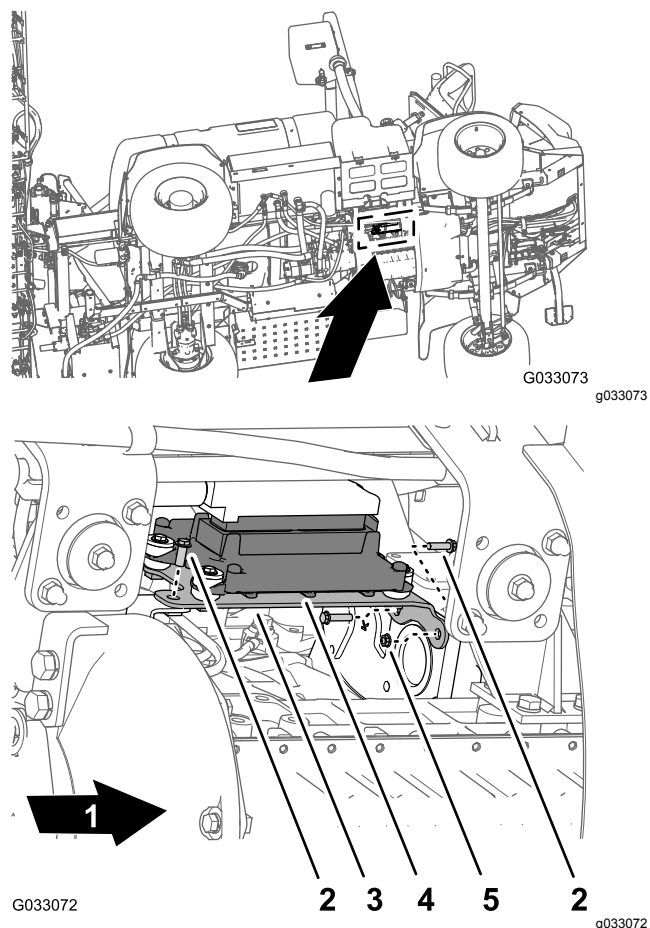

Figura 122
1. Alinhe os orifícios no suporte de montagem para o módulo de controlo do motor com o orifício no suporte de montagem do motor e no compartimento do acessório do motor (Figura 122).